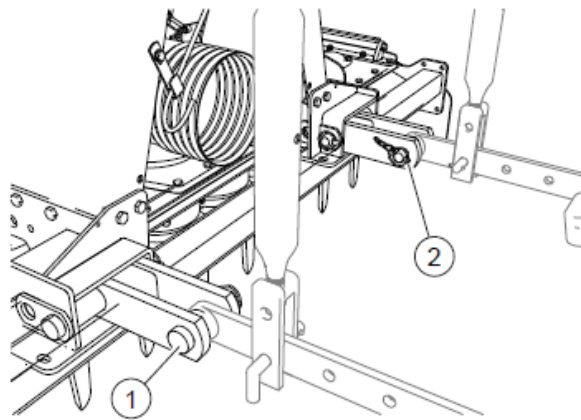

FIG. 18
- Approcher les barres du relevage aux attelages inférieurs ("Fig. 18"). Insérer les axes d'attelage (1). Bloquer les axes avec les goupilles à dé clic (2) fournies en équipement.